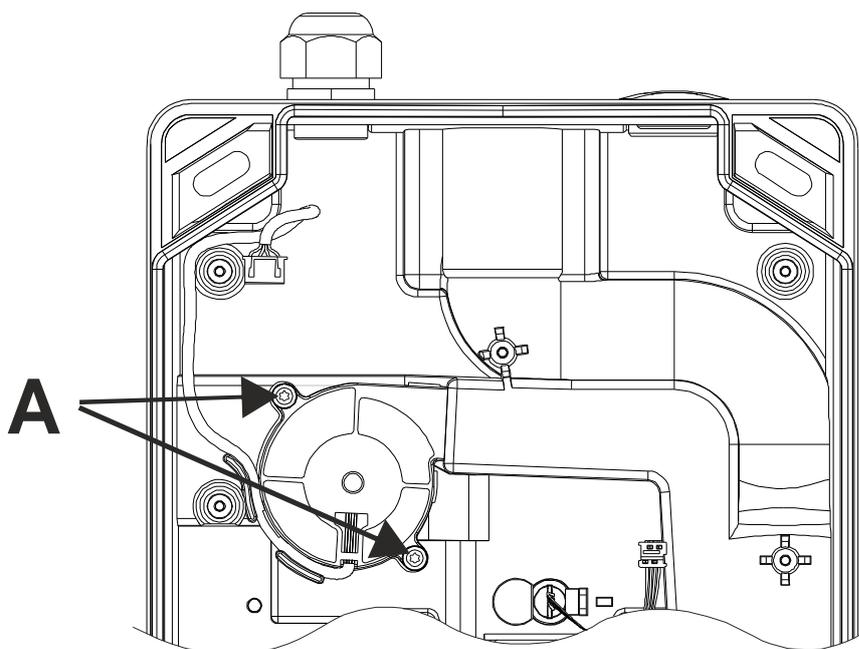

Fig. 49 Desmontagem da unidade de ventilação por aspiração
- Solte os dois parafusos A da unidade de ventilação por aspiração com uma chave de fendas Torx T15 (v. Fig. 49).